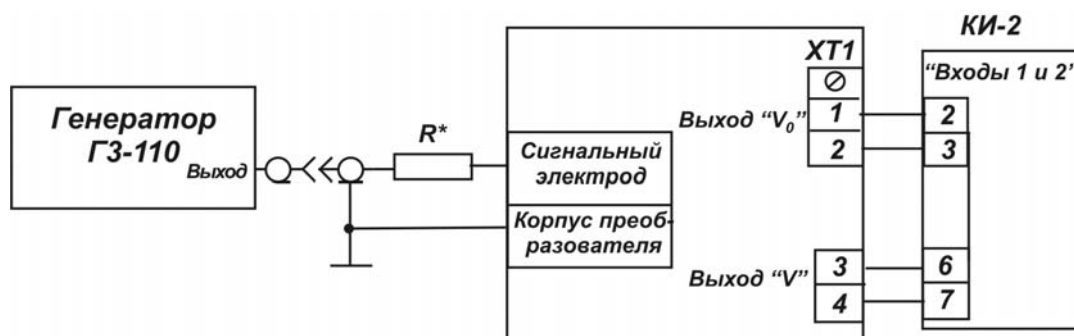

Рисунок 8.2
-собирают электрическую схему, представленную на рис.8.2. Значение сопротивления резистора R^* указано в таблице 8.6;